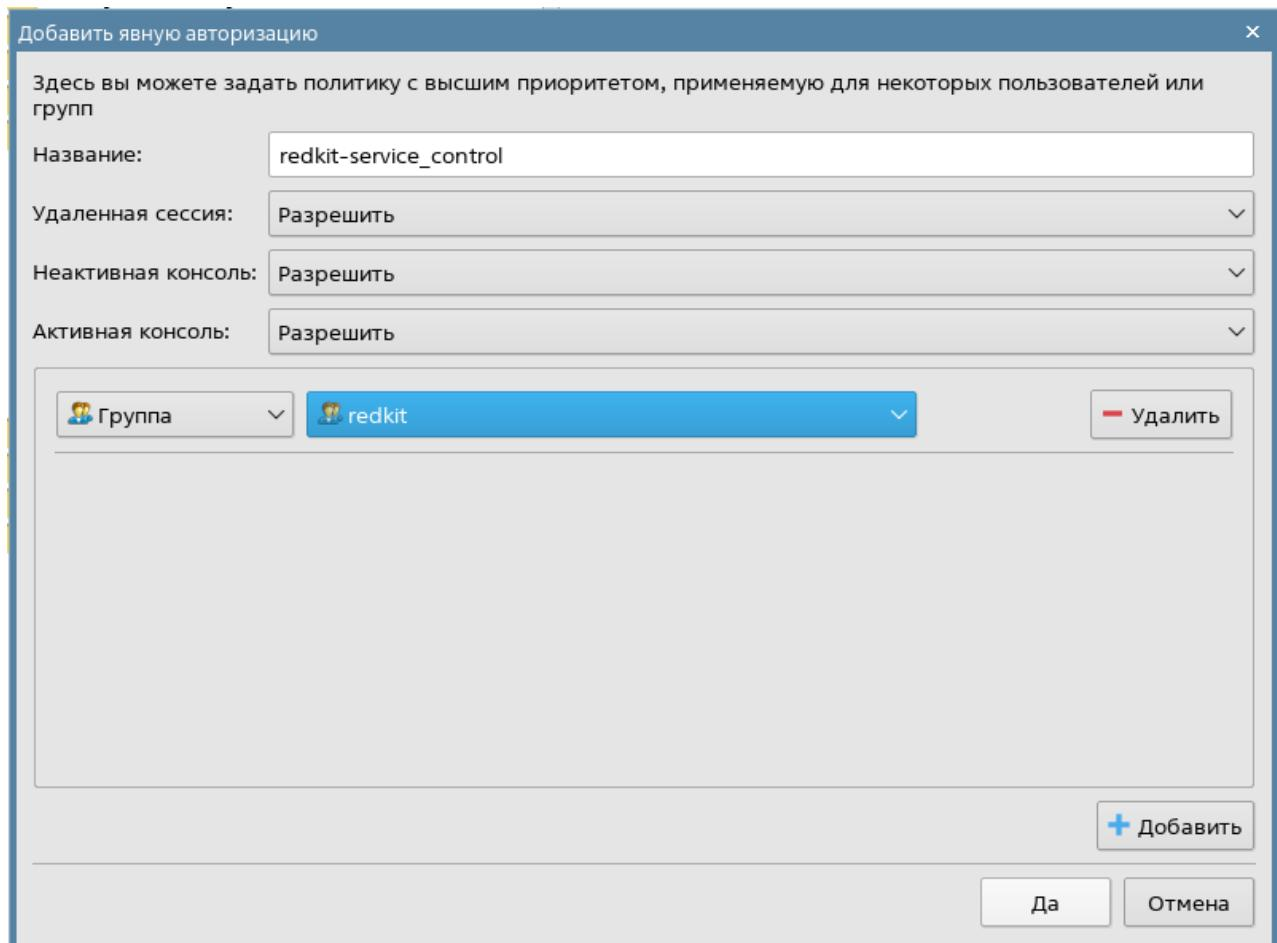

Рисунок 30 - Добавить явную авторизацию
3. Добавьте явную авторизацию для группы или пользователя, от которого работают сервисы (Рисунок 30).